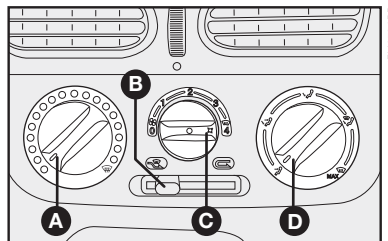

fig. 31
### COMANDOS - fig. 31
1) Seletor para a temperatura do ar A-fig. 31 totalmente posicionado à esquerda.
2) Seletor do ventilador C-fig. 31 posicionado na velocidade máxima.
3) Seletor de distribuição do ar D-fig. 31 apontado para ; controlar para que todas as saídas de ar estejam totalmente abertas.
4) Ligar o ar-condicionado apertando o seletor **C-fig. 31**.
O ar-condicionado é muito útil para acelerar o desembaçamento, pois desumidifica o ar. É suficiente regular os comandos para a função de desembaçamento e ativar o condicionador, apertando o seletor **C-fig. 31**.
1) Condicionador de ar ligado: seletor **C-fig. 31**.